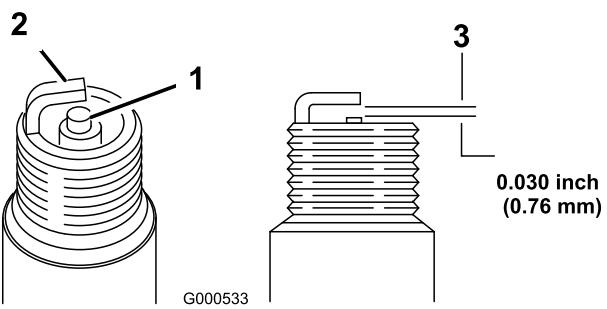

Bild 22
1. Prüfen Sie die Zündkerzen (Bild 22).
2. Prüfen Sie den Abstand zwischen den mittleren und seitlichen Elektroden (Bild 22). Verbiegen Sie die seitliche Elektrode, wenn der Abstand nicht stimmt.